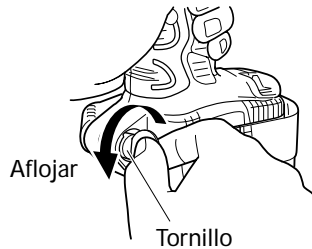

Fig. 6
- (a) Sujete firmemente la unidad principal y saque el tornillo usando un destornillador de cabeza ranurada o una moneda (Fig. 6).
- (c) Instale el gancho y el resorte en el otro lateral y asegure firmemente con el tornillo (Fig. 6).